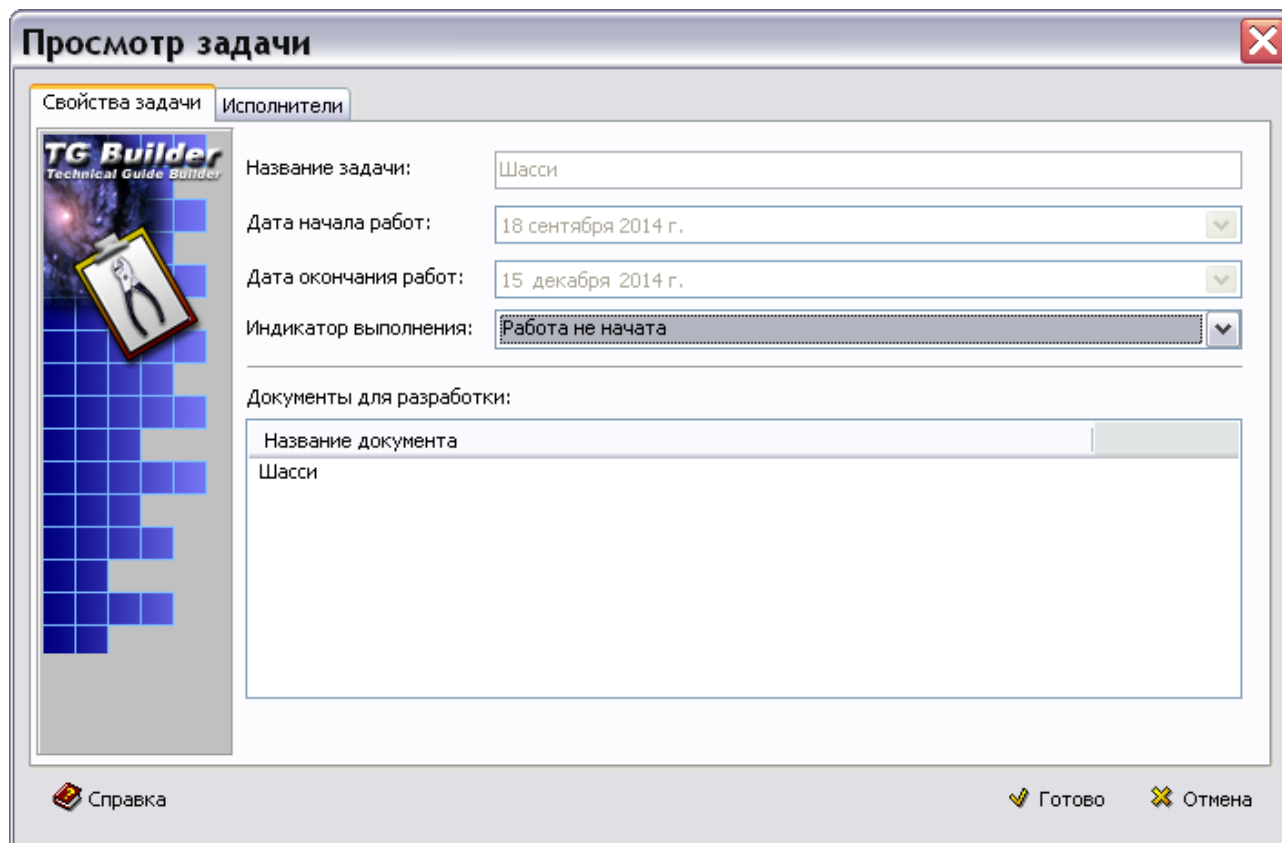

Рис. 2.76
1. В диалоговом окне **Добро пожаловать** щелкните два раза левой кнопкой мыши по названию задачи **Шасси**. При этом откроется окно **Просмотр задачи** (Рис. 2.76) .